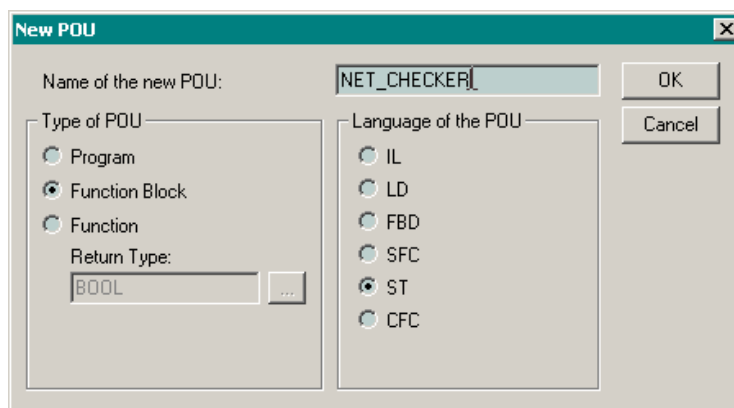
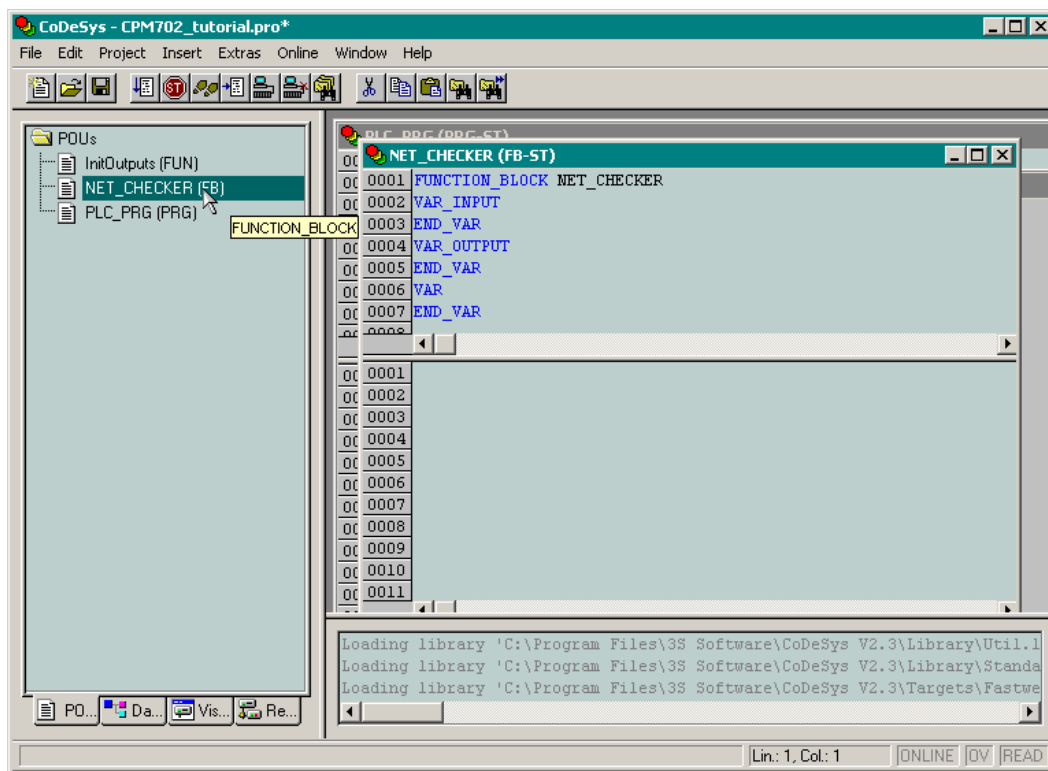

Рис. 42. Диалоговая панель New POU создания программной единицы при создании функционального блока
Рис. 43. Главное окно CoDeSys после создания функционального блока
- Выберите опцию **Type of POU: Function Block**, введите имя блока *NET_CHECKER*, как показано на рис. 42, и нажмите кнопку **ОК**. Название созданного функционального блока будет добавлено в список программных единиц, а в области главного окна CoDeSys справа появится окно редактора исходного текста с заготовкой блока, как показано на рис. 43.